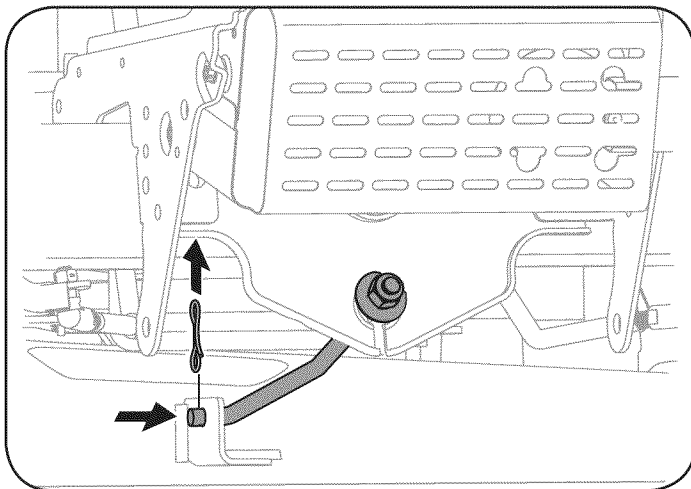

Figura 21
8. Retire la pajarita chaveta garantizar la barra estabilizadora de cubierta a cubierta. Deslice la barra de levantar la cubierta de la soldadura de montaje en la cubierta como se ve en la figura. 21.